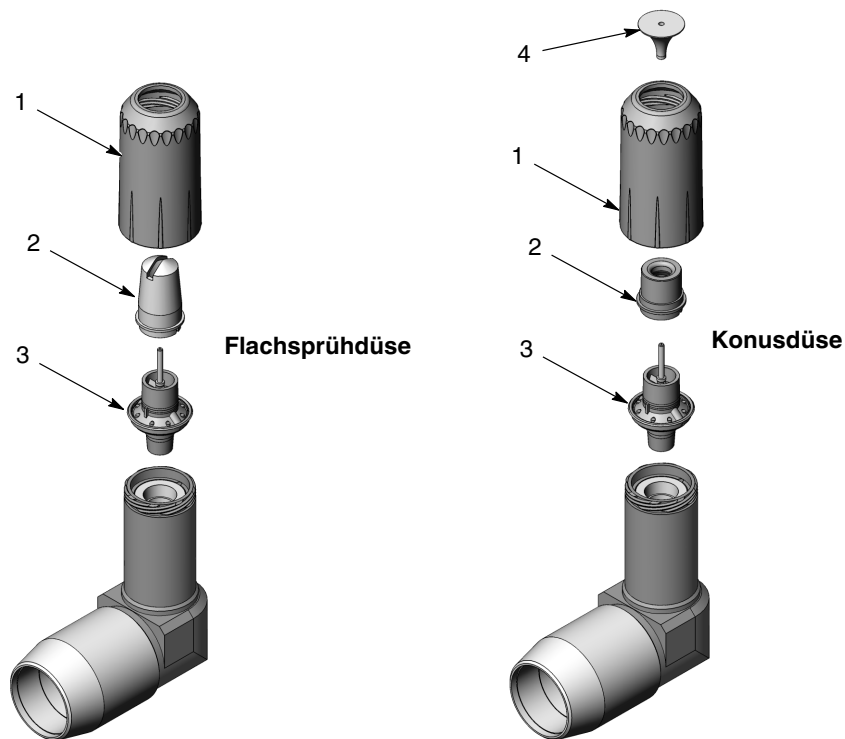

Abbildung 7 Elektrodenhalter und Düse an Verlängerung montieren
- Siehe Abbildung 7. Elektrodenhalter (3), Düse (2) und Düsenmutter (1) auf die Verlängerung schrauben. Bei Verwendung einer Flachsprühdüse die Düse wie gewünscht ausrichten. Anschließend die Düsenmutter handfest anziehen. Bei Verwendung einer Konusdüse die Düsenmutter festziehen und anschließend den Ablenker (4) auf dem Elektrodenhalter montieren.
2. Siehe Abbildung 7. Düse und Elektrodenhalter aus der Verlängerung entfernen.